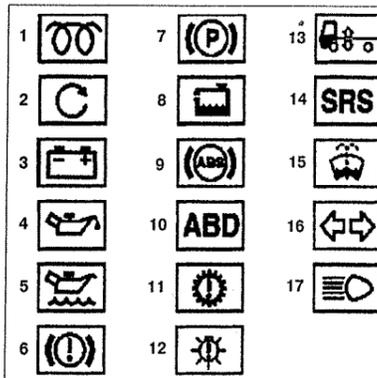

Рис. 1.23. Индикаторные и сигнальные лампочки.
читься следующие индикаторные лампочки (см.рис.1.23):
4. Нажмите на контактную плиту на рулевом колесе (см. рис.1.23).